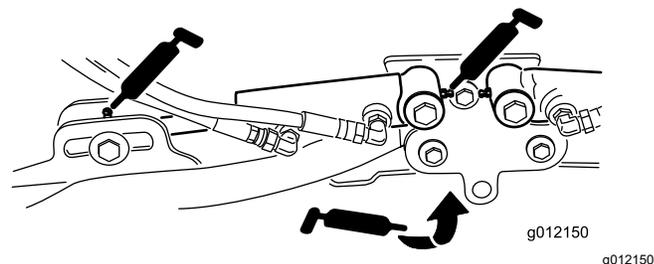

図 42
- 昇降アームのシリンダ各カuttingユニットの2ヶ所 図 42
- 昇降アームのピボット各アームに1ヶ所 図 42